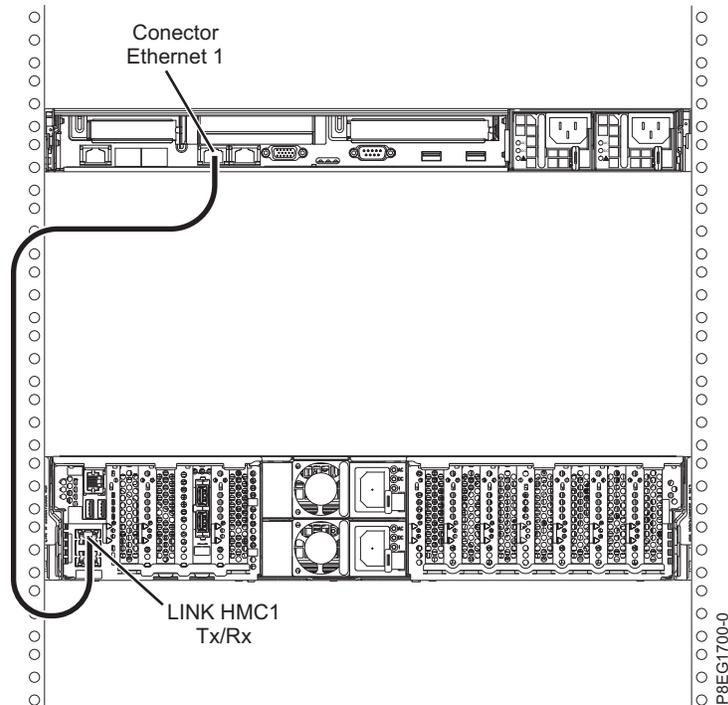

Figura 39. Conectando o HMC para o sistema gerenciado
1. Consulte Se você deseja conectar diretamente o seu HMC ao sistema gerenciado, conecte o **Conector Ethernet 1** no HMC à porta **HMC1** no sistema gerenciado. Figura 39 na página 46.